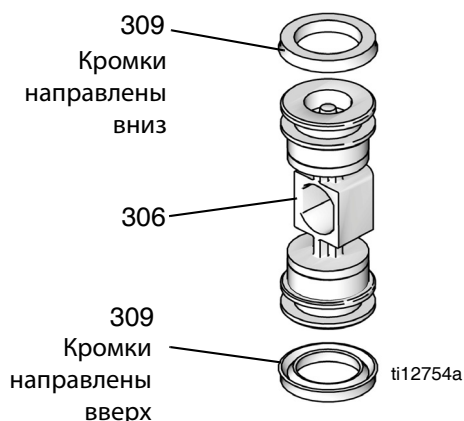

Рис. 6: Установка уплотнения П-образного сечения в воздушный клапан
1. Нанесите смазку на кулачок фиксатора (307) и установите его в корпус клапана.
2. См. раздел Рис. 6. Смажьте уплотнения П-образного сечения (309) и установите на поршень (306) таким